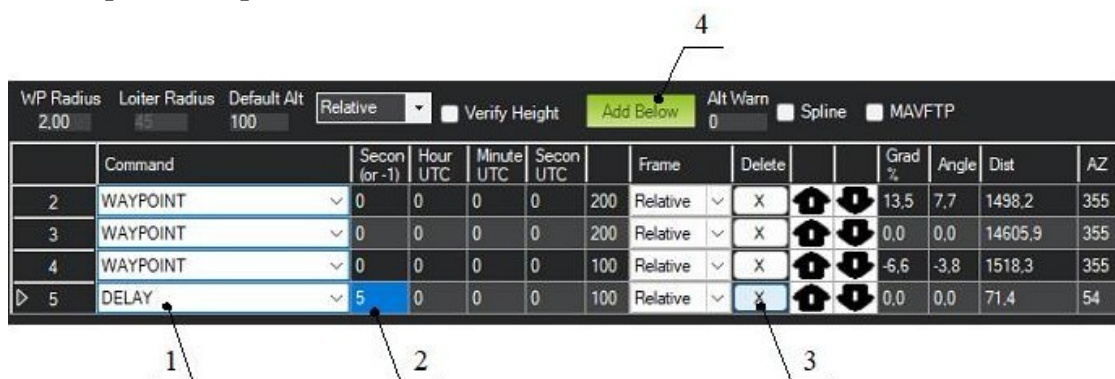

Рисунок 34. Создание и удаление задержки в полете аппарата
- создать новую WP, нажав кнопку Add Below 4 (рис. 34), она добавляет новую WP ниже активной;